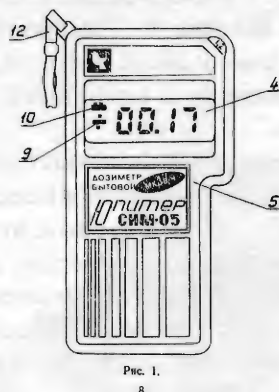

Рис. 1.
6.8. Расположение и назначение органов управления и индикации приведены на рис. 1, 2, 3.
РАСПОЛОЖЕНИЕ И НАЗНАЧЕНИЕ ОРГАНОВ УПРАВЛЕНИЯ ДОЗИМЕТРА (рис. 1, 2, 3)